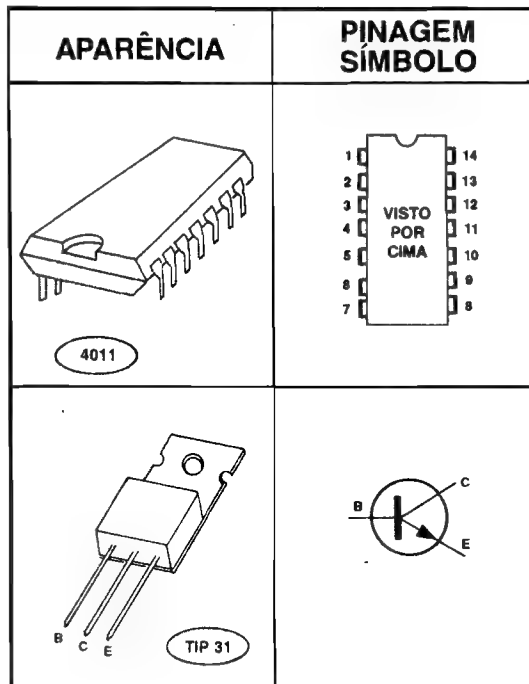

FIG. 2-P
- FIG. 2-P - PRINCIPAIS COMPONENTES DA MONTAGEM - Conforme costumamos fazer nas Seções de PRÁTICA das “Aulas” do ABC, vamos dar uma olhada mais cuidadosa nos principais componentes do circuito, justamente aquelas peças que apresentam terminais polarizados, que não podem ser invertidos quando das suas ligações finais à placa... A figura mostra, então, o Integrado C.MOS 4011 e o transistor TIP31, em aparências, símbolos e pinagens, de modo que, “visualmente”, não fiquem dúvidas para o Leitor/Aluno durante a utilização das tais peças...